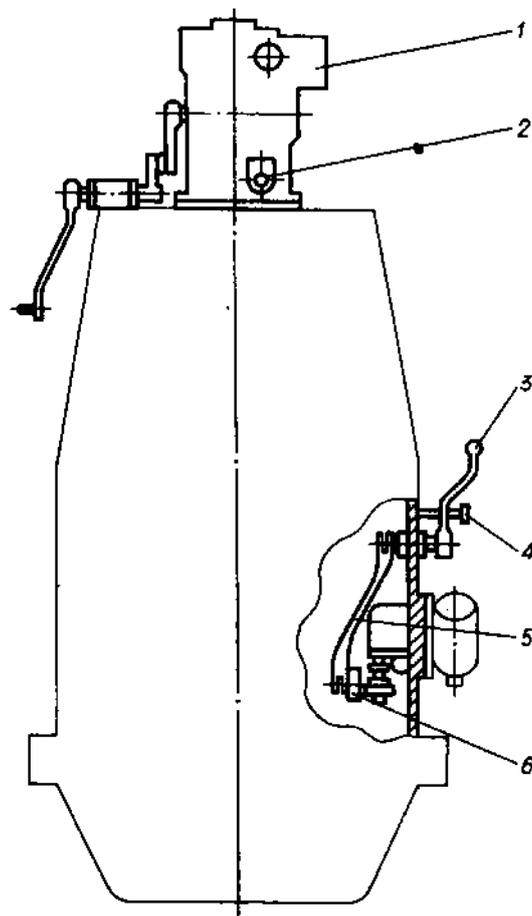

Рис. 49. Пост управления местный:
**Пост управления /рис. 49/** расположен в передней части дизеля и состоит из регулятора скорости 1 с рабочим стоп-устройством 2, рукоятки управления пуском 3, фиксатора 4, рычагов управления пуском 5 и 6, системы тяг и рычагов, соединяющих регулятор скорости с рейкой топливного насоса. Рукоятка местного управления пуском 3 дизель-генератора находится на правой боковой стенке передней части фундаментной рамы дизеля, если смотреть с пе-